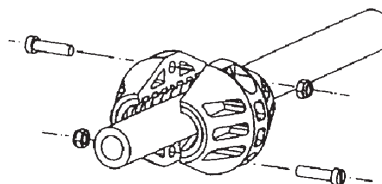

Fig. 7
2. Afrouxar os parafusos da abraçadeira de parada e desmonta-la (fig. 7)